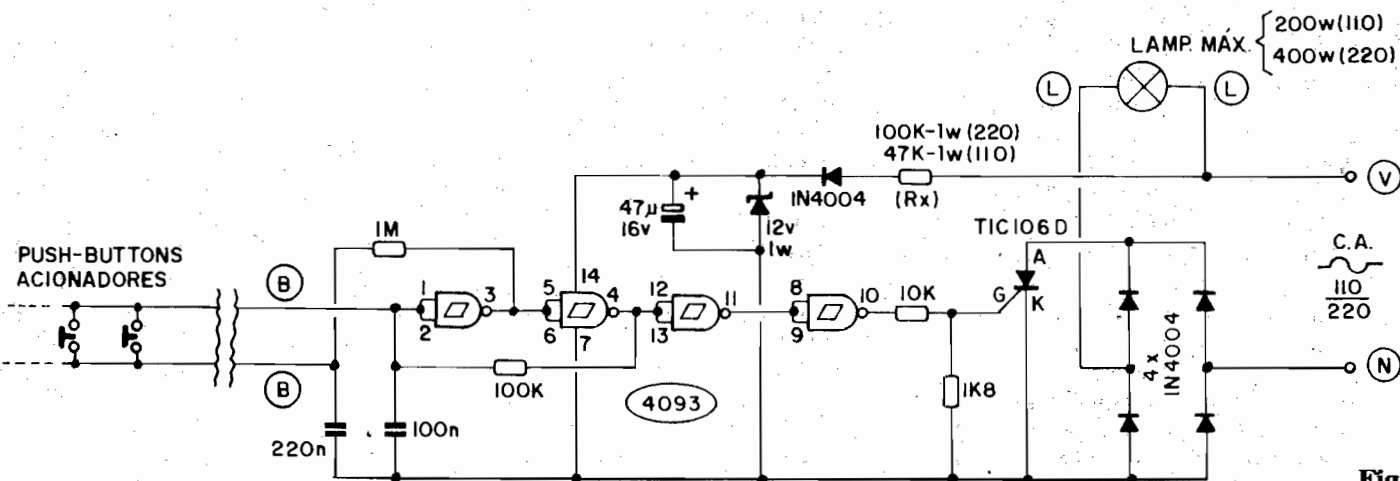

Fig.1
- FIG. 1 - O CIRCUITO - Pelo próprio "esquema" já dá pra notar a grande simplicidade geral do arranjo de controle, cujo "coração" é um Integrado C.MOS 4093, muito comum, de baixo preço. Os dois primeiros gates (esquerda), delimitados pelos pinos 1-2-3 e 4-5-6 formam um simples flip-flop BIESTÁVEL de comando único, com o auxílio do capacitor de 100n mais os resistores de 1M e 100K. Nessa estrutura, cada vez que se "fecham" eletricamente os contatos entre os pontos B-B, altera-se o estado digital da saída do bloco (pino 4)... Se tal saída estava "alta" passa a "baixa", e se encontrava-se "baixa" vai a "alta"... O capacitor de 220n desacopla e "filtra" a linha de comando, de modo a prevenir chaveamentos espúrios, gerados por eventuais interferências na linha... Notem ainda que o tipo de atuação da linha de comando